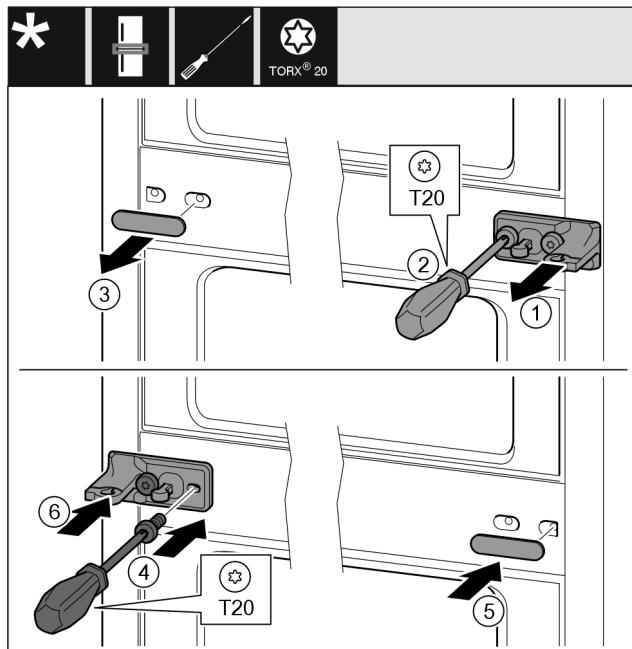

Fig. 11
- Зніміть перстину. Fig. 11 (1)
- Викрутіть гвинти за допомогою викрутки T20. Fig. 11 (2)
- Обережно зніміть кришку. Fig. 11 (3)
- Опорний кронштейн із півкою, повернутий на 180°, закріпіть гвинтами з іншого боку. Fig. 11 (4)
- Кришку, яка повернута на 180°, розмістіть з іншого боку. Fig. 11 (5)
- Встановіть перстину спереду. Fig. 11 (6)